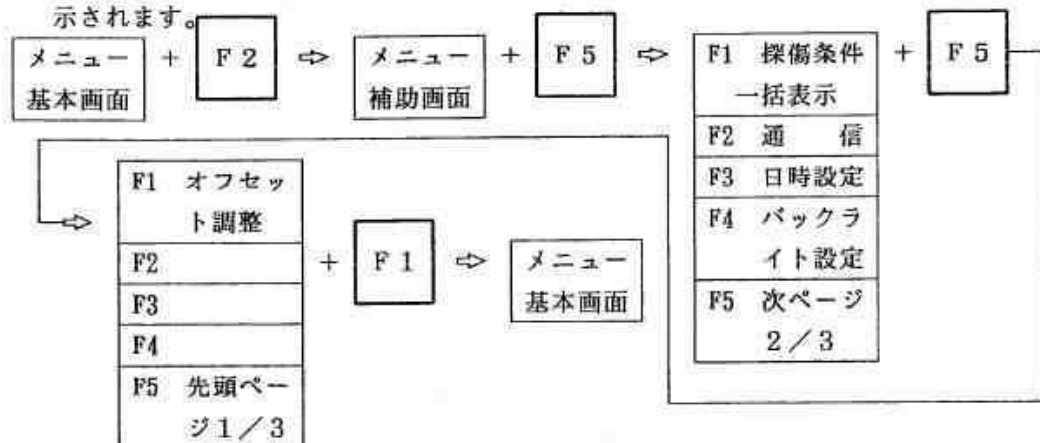

図 6.2.15 オフセット調整方法
- ③ 選択キー【F5】を1回押すとメニューエリアに図 6.2.15 に示す選択メニューが表示されます。
- ④ 選択キー [F 1] を1回押すとオフセット調整を行います。図6.2.15に示したように、メニューエリアはメニュー基本画面に戻ります。
6. 2. 2. (10) 時間軸目盛の選択